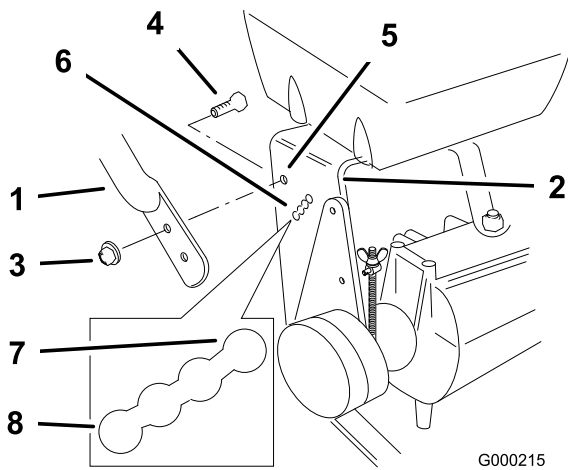

Figura 16
2. Desaperte os parafusos flangeados superiores (3/8 x 1 pol.) e a porca flangeada que fixam o manípulo à estrutura traseira (Figura 16).
3. Retire os parafusos flangeados inferiores (3/8 x 1 pol.) e as porcas flangeadas que fixam o manípulo à estrutura traseira (Figura 16).